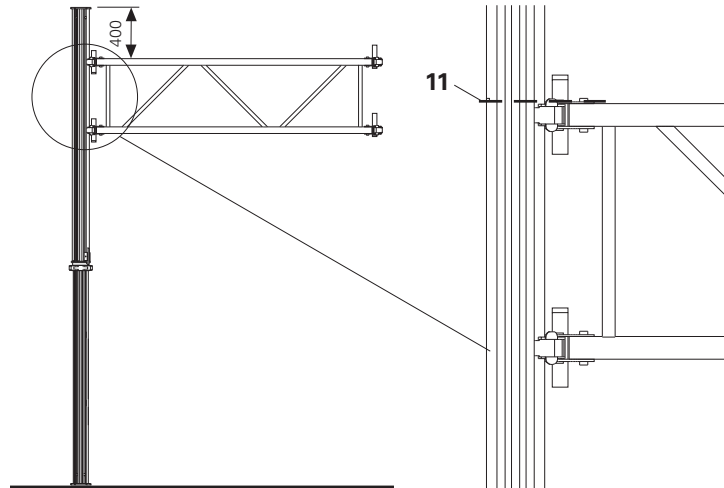

Fig. 8
Colocar los bastidores MRK con los acoples de cuña superiores en las muescas circulares (11) del tubo exterior. De allí resulta una distancia de 40 cm respecto de la placa base. (Fig. 8)